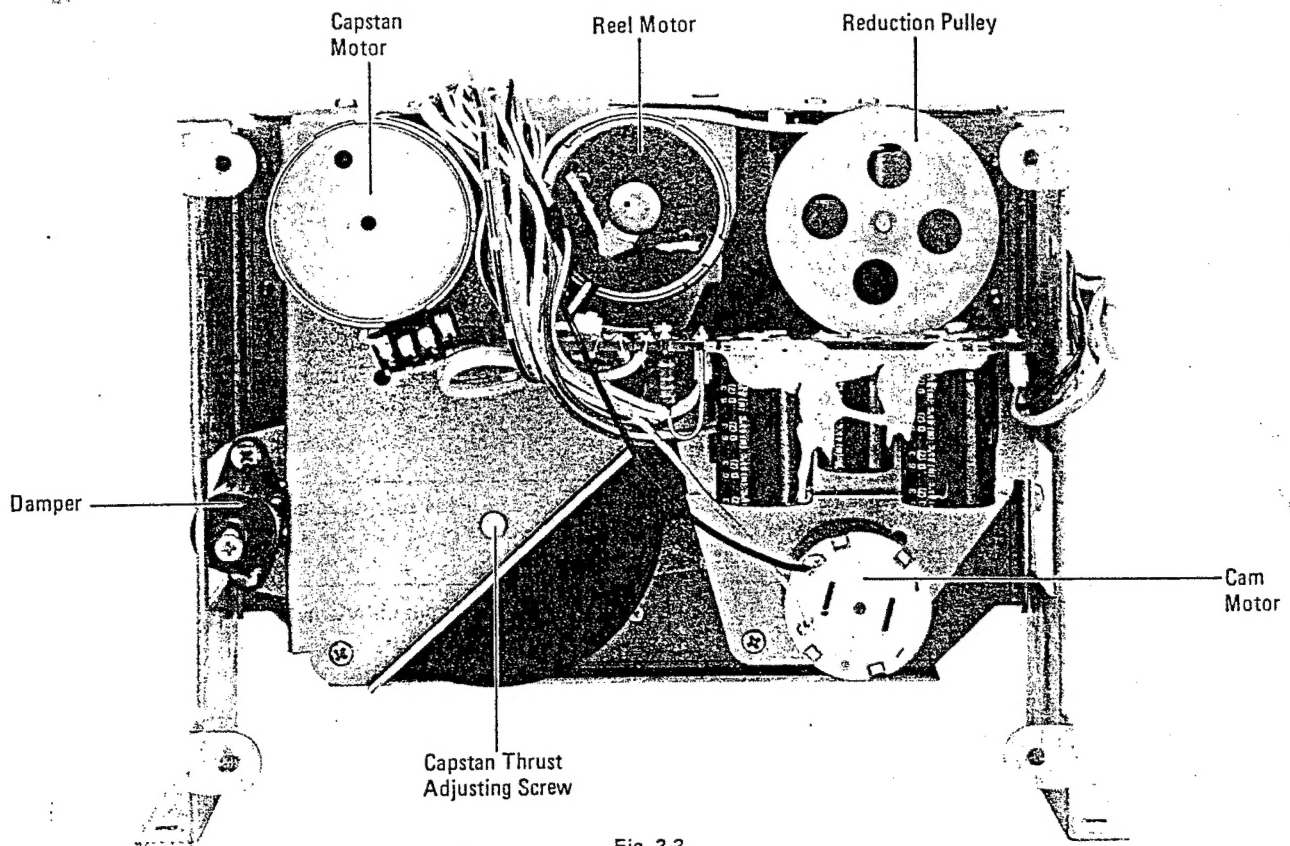

Fig. 3-3
1. Turn the thrust adjusting screw so that thrust of the capstan shaft is from 0.1 mm to 0.25 mm. For thrust adjusting screw location, see Fig. 3-3.
2. Turn the reduction pulley (see Fig. 3-3) with your hand to check whether the head base exceeds the lowest position adjusted above or not.
1. キャプスタン・シャフトのスラストが0.1mm～0.25mmになるようにスラスト調整ネジ (図3-3参照) を回す。
2. 減速プーリ (図3-3参照) を手で回転させ、ヘッド・ベースが上記の調整位置よりさらに下へくるかどうか確認する。